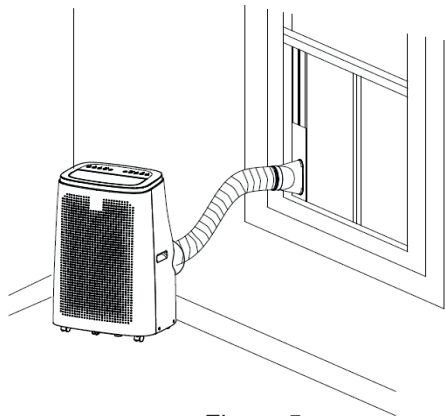

Figure 5
2) Étirez le tuyau d'évacuation de chaleur et calez l'extrémité plate de celui-ci dans le trou du système d'étanchéité de la fenêtre (voir Figures 5 et 6).